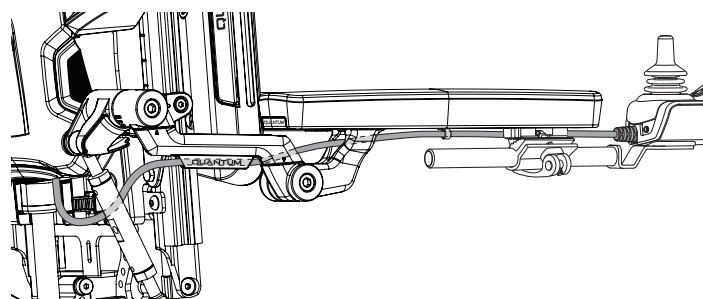

Figura 7. Disposición del regulador en un TRU-Balance® 3
4. Instale el regulador y disponga el cable hacia la parte posterior de la base eléctrica. **Ver figura 7, 8, 9 o 10.**
6. Sujete el cable del mando al armazón del reposabrazos con uno o más alambres. **Ver figura 7, 8, 9 o 10.**